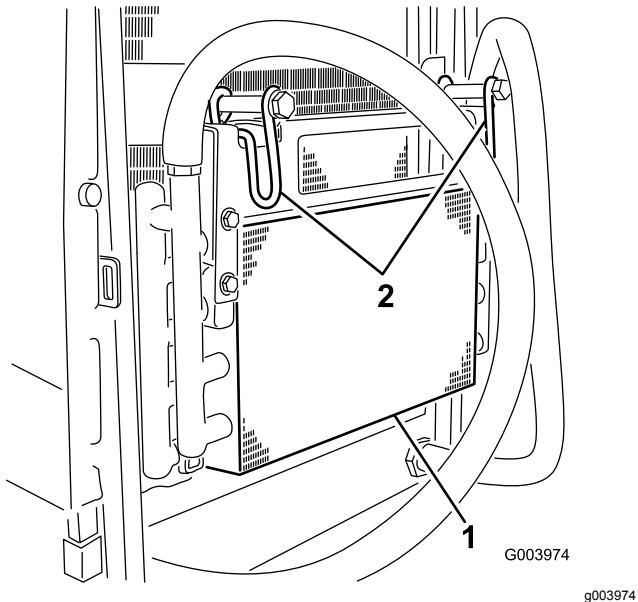

Figura 80
5. Gire los cierres hacia dentro para liberar el enfriador de aceite (Figura 80).